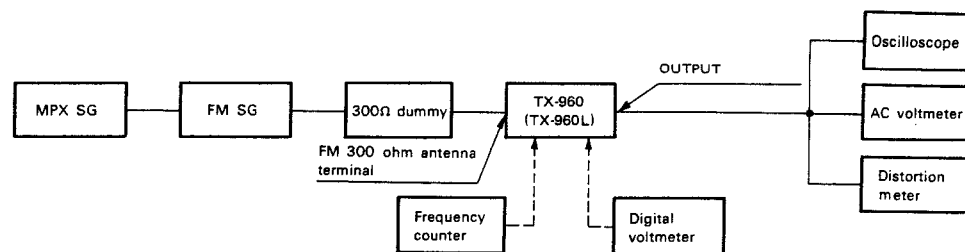

Fig. 11-1. FM adjustment connection diagram
- Faire les raccordements comme indiqué en Fig. 11-1. Note: Modulation stéréo: Principal 1 kHz L+R  $\pm$  68,25kHz dév. Pilote 19kHz  $\pm$  6,75kHz dév.